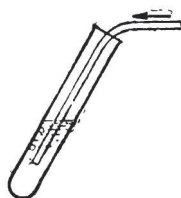

Рис. 8. Пропускание выдыхаемого воздуха через известковую воду
4. Налейте в пробирку немного (рис. 8) прозрачной *известковой воды* и продувайте через нее выдыхаемый воздух. Вы знаете из курса естествознания, что в выдыхаемом воздухе содержится углекислый газ. Известковая вода мутнеет. Это помутнение происходит потому, что из растворенной в воде извести и углекислого газа образуется *новое вещество*. Это нерастворимый в воде белый порошок, похожий на мел, который и делает воду мутной.